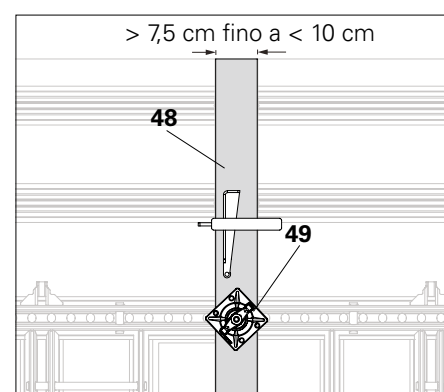

Fig. C4.01b
Per compensazioni tra 7,5 cm e <10 cm, usare la piastra a dado orientabile DW 15 (49) art. n.: 030370 (Fig. C4.01b) o in alternativa il traverso di compensazione HSA 95.